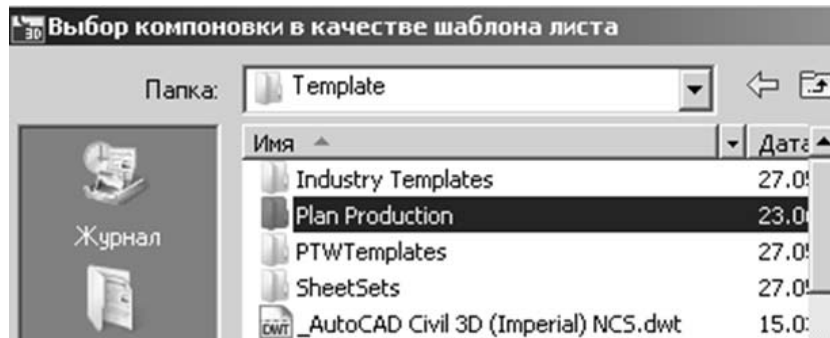

Рисунок 6.3 – Выбор шаблона
Зайдите в папку *Plan Production* и выберите шаблон *Russian Civil 3D (Metric) Section (100).dwt* (рисунок 6.3).